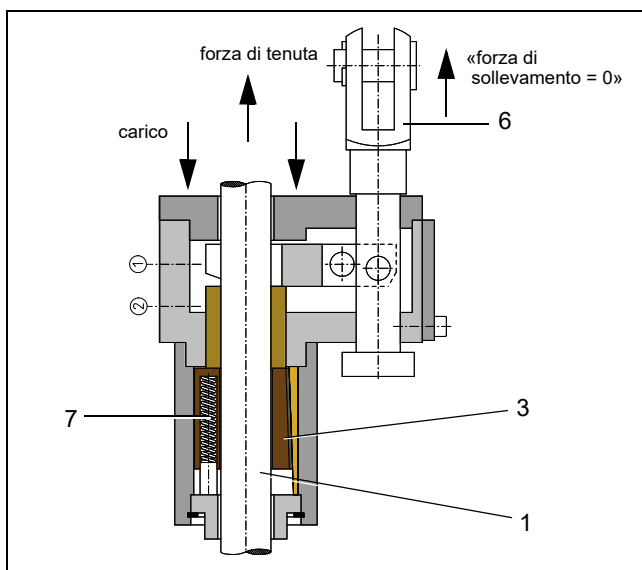
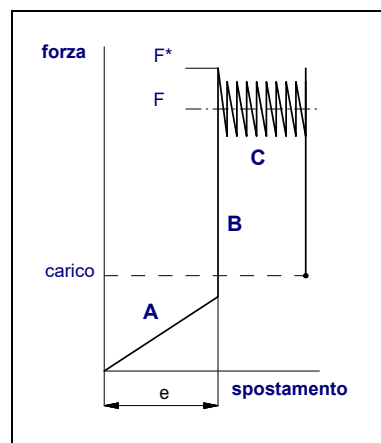

Fig. 3: Posizione del dispositivo anticaduta KRM dopo la corsa di chiusura
Fig. 4: Diagramma forza/spostamento
In tale situazione le ganasce di presa (3) Fig. 3 per effetto delle molle (7) Fig. 3 fanno presa sulla barra (1) Fig. 3 e bloccano il carico.
L'intera forza di tenuta viene generata con il movimento verso il basso del dispositivo anticaduta KRM con il carico lungo la barra. Inizialmente le ganasce di presa (3) Fig. 3 vengono attirate contro la barra in conseguenza dell'attrito autorinforzato per una corsa della barra «e» (da 5 a 15 mm secondo le dimensioni) in posizione di bloccaggio sull'arresto, cfr. fase A del diagramma forza/spostamento, Fig. 4.